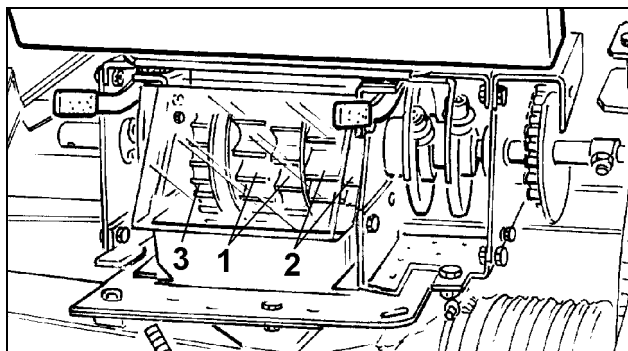

Fig. 59
- et hvidt hovedsåhjul (Fig. 59/1)
- et orange hovedsåhjul (Fig. 59/2)
- et sort-rødt finsåhjul (Fig. 59/3).